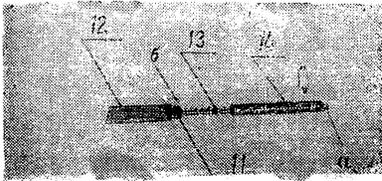
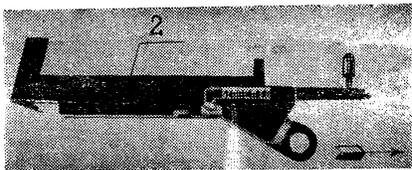

Рис. 4.
Рис. 9.
Подаватель скрепок (см. Рис. 4) состоит из корпуса подавателя (11), направляющей (12), цилиндрической пружины (13) и затвора (14).
Для того, чтобы вынуть из корпуса средней бранши (2) (см. Рис. 9) подаватель скрепок, необходимо затвор подавателя (14) (см. Рис. 4) вытянуть в направлении, указанном стрелкой.
Чтобы разобрать подаватель скрепок (см. Рис. 4) на составные части необходимо затвор подавателя (14) повернуть относительно корпуса подавателя (11) до совмещения втулки затвора со штифтом в корпусе подавателя и снять затвор. Затем снимают цилиндрическую пружину (13).
На стержень корпуса подавателя (11) (см. Рис. 4) одевают или навинчивают пружину (13) до соприкосновения первого витка с торцом корпуса, подавателя. Затем
Собранный подаватель (Рис. 4) вставляют в отверстие средней бранши, так, чтобы штифт (б), запрессованный в корпус подавателя, вошел в прорезь средней бранши и продвигают до соприкосновения затвора с корпусом бранши, после чего затвор поворачивают относительно корпуса средней бранши и заводят в боковой паз ее, но не продвигают вдоль паза.